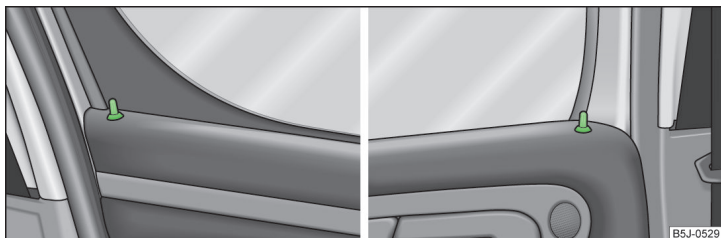

Fig. 29 Butonul de siguranță în portiera față / în portiera spate
La descuierea sau încuierea portierei, butonul de siguranță corespunzător » fig. 29 se deplasează în sus, resp. în jos.
► Apăsăți butonul de siguranță în jos » fig. 29.